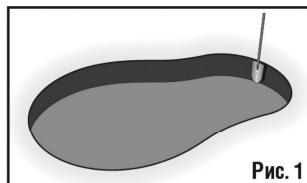

Рис. 1
- Глубина первого уступа должна составлять приблизительно 20,32–25,4 см или быть равной высоте лотка лопаты (см. Рис. 1).